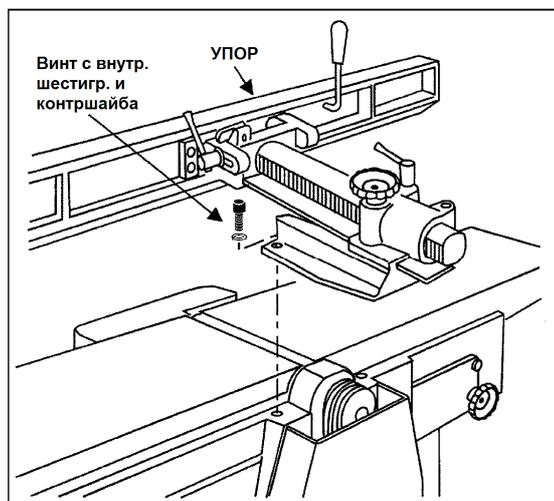

Рис. 2
стола, как показано на Рис. 2
2. Возьмите 2 винта с внутр. шестигранником и 2 контршайбы (см. Рис. 2) и надежно затяните винты с помощью 10 мм шестигранного ключа.